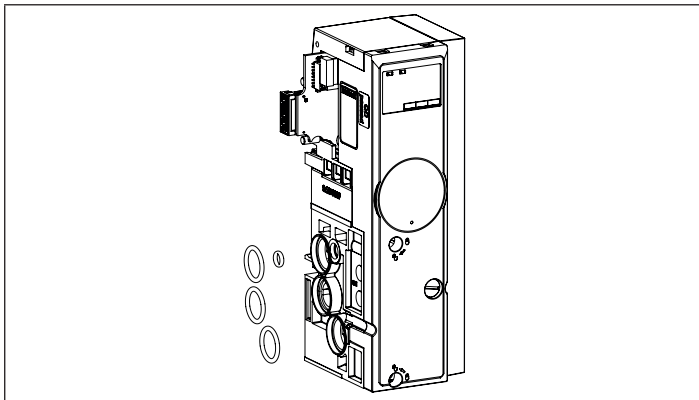

Abb. 20: Dichtringe Pneumatikmodul
- Dichtringe der Pneumatikmodule („Abb. 20“) mit Montageöl leicht fetten.